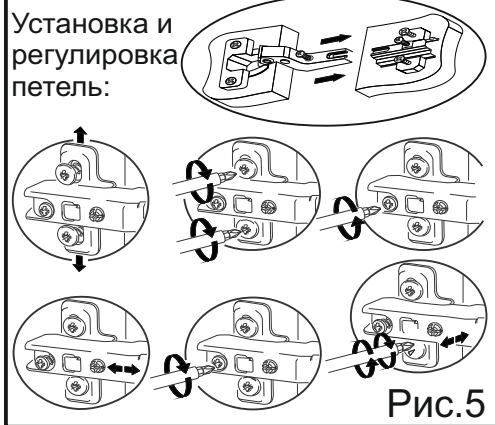

Рис.5
- 4) Соедините детали: №1 с 7, №2 с 6. Затем на детали №6, 7 прикрутите остальные петли (см. рис. 4). Отрегулируйте петли (см. рис. 5).